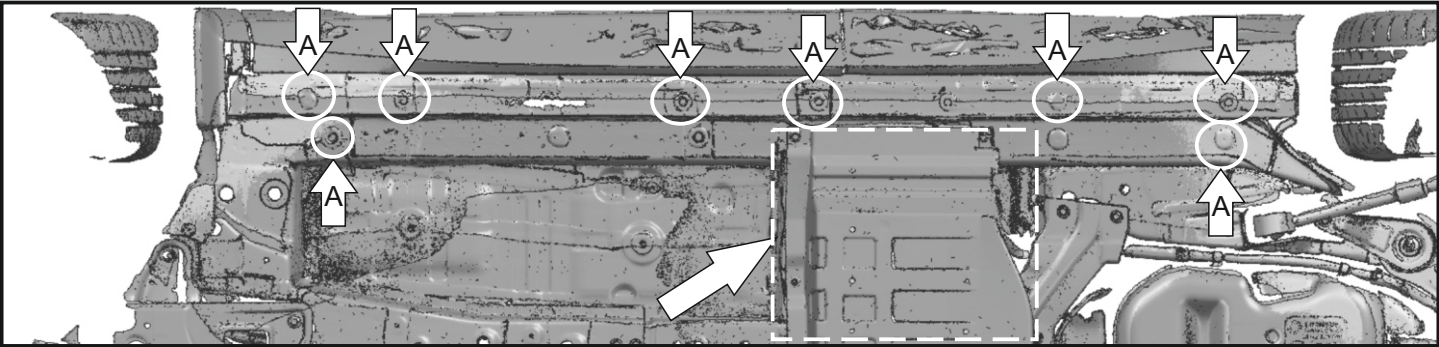

Рис. 2
1. Снять штатный пыльник. (Рис.2)
2. Извлечь резиновые заглушки в передней, средней и задней частях порога. Установить закладные гайки.(поз. А) (Рис. 2, Рис.3).